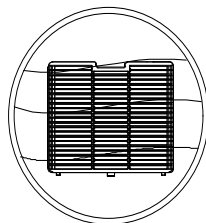

Fig. 2
2. Limpe cuidadosamente o filtro com um aspirador de pó para remover a poeira. Se necessário, lave o filtro com água morna e sabão. NÃO USE ÁLCOOL, BENZENA OU OUTROS PRODUTOS AGRESSIVO (Fig.2).